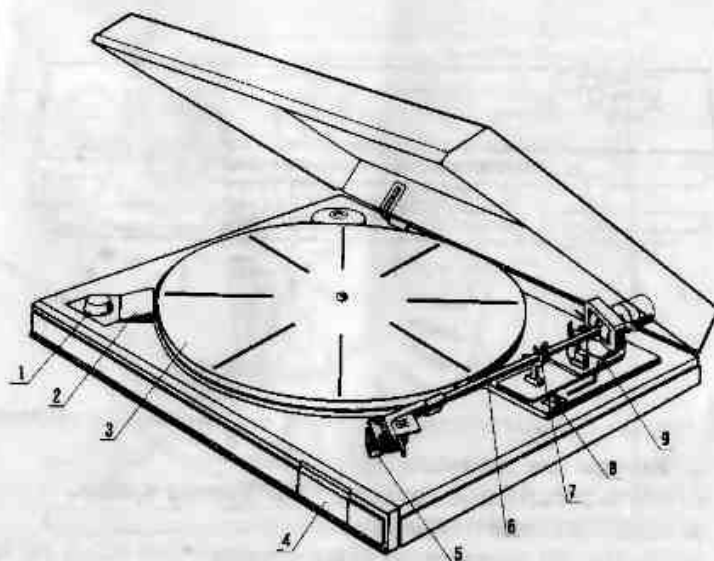
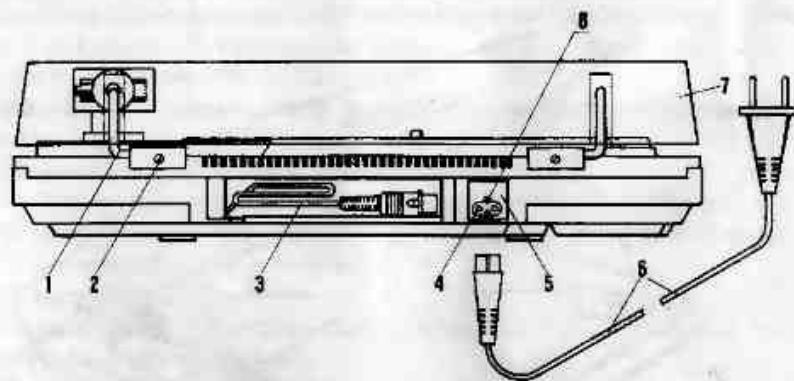
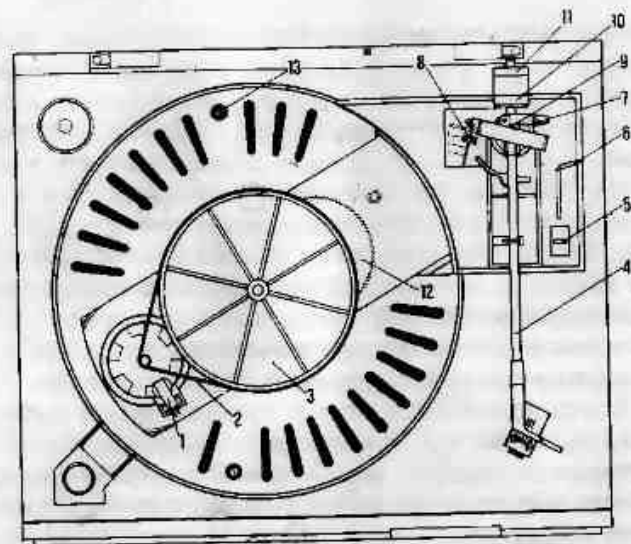

Рис. 1. Внешний вид электропроигрывателя
Рис. 2. Вид электропроигрывателя со стороны задней стенки
Рис. 3. ЭП со снятым диском
Внешний вид, расположение и назначение элементов управления изделия "Вега ЭП-I22C" показаны на рис. 1. Вид электропроигрывателя со стороны задней стенки - на рис. 2.
Установите диск (см. рис. 1 поз. 3) с резиновой накладкой на ось ведущего диска (см. рис. 3 поз. 3).
Наденьте крышку на четыре шарниров. Винтами (см. рис. 2 поз. 2) отрегулируйте при поднятой крышке её устойчивое положение.
Не применяйте больших усилий при установке, снятии и повороте крышки в шарнирах. Шнур питания (см. рис. 2 поз. 6) вставьте в гнездо (см. рис. 2 поз. 4), а вилку шнура питания включите в розетку электросети. Рекомендуется включать вилку шнура питания в отключаемую розетку усилительного устройства при её наличии.
Соединительный шнур (см. рис. 2 поз. 3) электропроигрывателя соедините с входом звукоусиливающей аппаратуры, имеющей корректирующий вход с чувствительностью 5 мВ.
1) выведите тонаrm (см. рис. 3 поз. 4) из стойки, предварительно отведя защёлку на держателе тонаrm, и переместите его в направлении оси диска;
3) переместите ручку ручного микролифта (см. рис. 3 поз. 6) к знаку Σ ;
4) вращая противовес (см. рис. 3 поз. II) на стержне тонаrm, приведите тонаrm к равновесию в вертикальной плоскости;
5) придерживая противовес рукой, вращением кольца противовеса совместите "0" шкалы на кольце с меткой на корпусе ручки (см. рис. 3 поз. 7) и, вращая противовес, установите на цифру 1,5, что соответствует величине нажима иглы на грампластинку 1,5 г (15 мН);
6) установите грузик (см. рис. 3 поз. 8) компенсатора скатывающей силы по шкале, нанесённой на основании ЭП между цифрами 1 и 2, что соответствует прижимной силе иглы 1,5 г.
Примечание. В ЭП имеется возможность статической балансировки тонаrm в горизонтальной плоскости. Статическая балансировка тонаrm в горизонтальной плоскости для головки звукоснимателя типа M1-104 соответствует совпадению меток на корпусе ручки (см. рис. 3 поз. 7) статической балансировки и ободке тонаrm (см. рис. 3 поз. 9). В случае замены головки звукоснимателя на другой тип необходимо провести статическую балансировку тонаrm ручной статической балансировки. Приподняв переднюю часть
Положите выбранную грампластинку на диск. Включите ЭП перемещением тонаrm по направлению к центру грампластинки (до начала вращения диска) и установите кнопку "33 (45)" (см. рис. 3 поз. 5) в положение, соответствующее числу оборотов, указанных на грампластинке (ненажатое положение кнопки соответствует частоте вращения диска $33,33 \text{ мин}^{-1}$).
Поверните ручку микролифта (см. рис. 3 поз. 6) в направлении знака " Σ ", при этом тонаrm плавно опустится на грампластинку. Наблюдая стробоскопические метки, нанесённые на диске в месте освещения индикатором (см. рис. 1 поз. 2), ручкой подстройки частоты вращения диска (см. рис. 1 поз. 1) добейтесь состояния, когда метки будут казаться неподвижными (метки верхние соответствуют частоте вращения диска 33 мин^{-1} , нижние - 45 мин^{-1}).
Для возобновления работы автостопа снимите диск с резиновой накладкой (см. рис. 1 поз. 3) и поворотом тонарма (см. рис. 1 поз. 6) в направлении оси диска добейте вращения ведущего диска ЭП (см. рис. 3 поз. 3). Лёгким движением поверните зубчатое колесо (см. рис. 3 поз. 12) под ведущим диском против часовой стрелки и оно, войдя в зацепление с ведущим диском, начнёт вращаться.
7.2. Для замены лампочки под диском ЭПУ снимите резиновую пластину с диска и сам диск (см. рис. 1 поз. 3).
7.3. Для замены вставки плавкой (сетевое предохранитель) отверните винт крепления крышки держателя вставки плавкой (см. рис. 2 поз. 8), выньте вставку плавкую (см. рис. 2 поз. 5) и замените её. Установите крышку на место.
| 1. Аппарат не включается (диск не вращается, не светится индикатор стробоскопических меток) | Сгорела вставка плавкая | Снять держатель вставки плавкой (см. рис. 2 поз. 5) и заменить новой из комплекта поставки. |
| 2. Не вращается диск (индикатор стробоскопических меток светится) | Слетел приводной ремень | Снять диск (см. рис. 1 поз. 3) и надеть приводной ремень на вал двигателя и ведущий диск (см. рис. 3 поз. 3). |